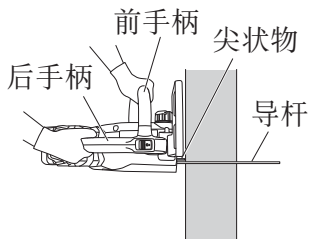

图 26
- (4) 在水平锯割木材时，将机体向右转，使导杆位于下方，并以左手握住前手柄上侧。水平握住导杆，将位于机体前部的尖状物置于腰部。将尖状物作为支点，通过将后手柄向右转动以切入木头。（图 26）